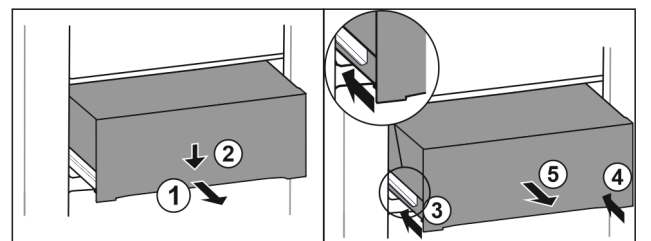

Fig. 146
- ▶ Lade er half uittrekken. *Fig. 146 (1)*
- ▶ Schuiflade aan de voorzijde omlaag drukken. *Fig. 146 (2)*
- ▶ Linker rail ca. 2 cm inschuiven. *Fig. 146 (3)*
- ▶ Rechter rail ca. 2 cm inschuiven. *Fig. 146 (4)*
- ▶ Lade naar voren toe verwijderen. *Fig. 146 (5)*